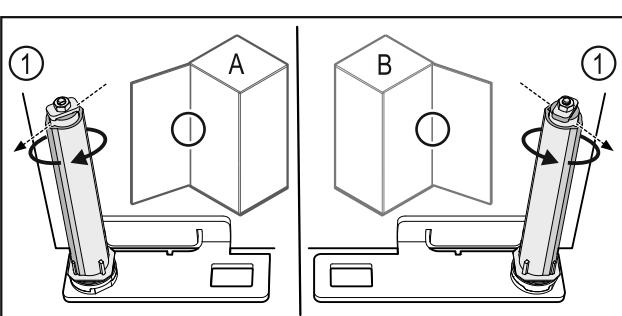

Fig. 61 Розкриття ліворуч (A) / Розкриття праворуч (B)
► Систему закриття повернути проти опору доки перемичка системи закриття Fig. 61 (1) не показуватиме назовні.